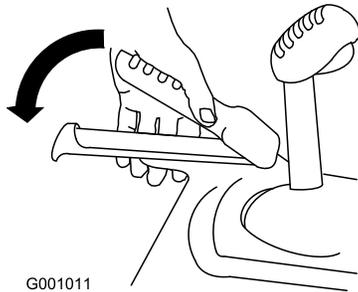

Bild 20
3. Drücken Sie den linken Griff (Fahrtrieb) zum Handgriff (Bild 20).
6. Drücken Sie den linken Griff (Fahrtrieb) zum Handgriff (Bild 20).